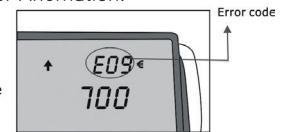

Fig.2
- Ist die erkannte Banknote verdächtig, wird sie nach vorne ausgeworfen, und es erfolgen 3 Pieptöne. Zugleich blinkt die Einschaltetaste (Bild 2). Die Fehlercodes befinden sich in der Liste der Anomalien.